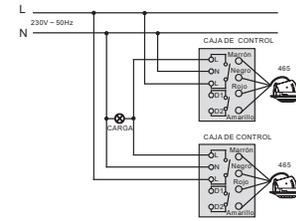

FIG.6
2) Dos OS-465 controlando una carga (Ver FIG.6)